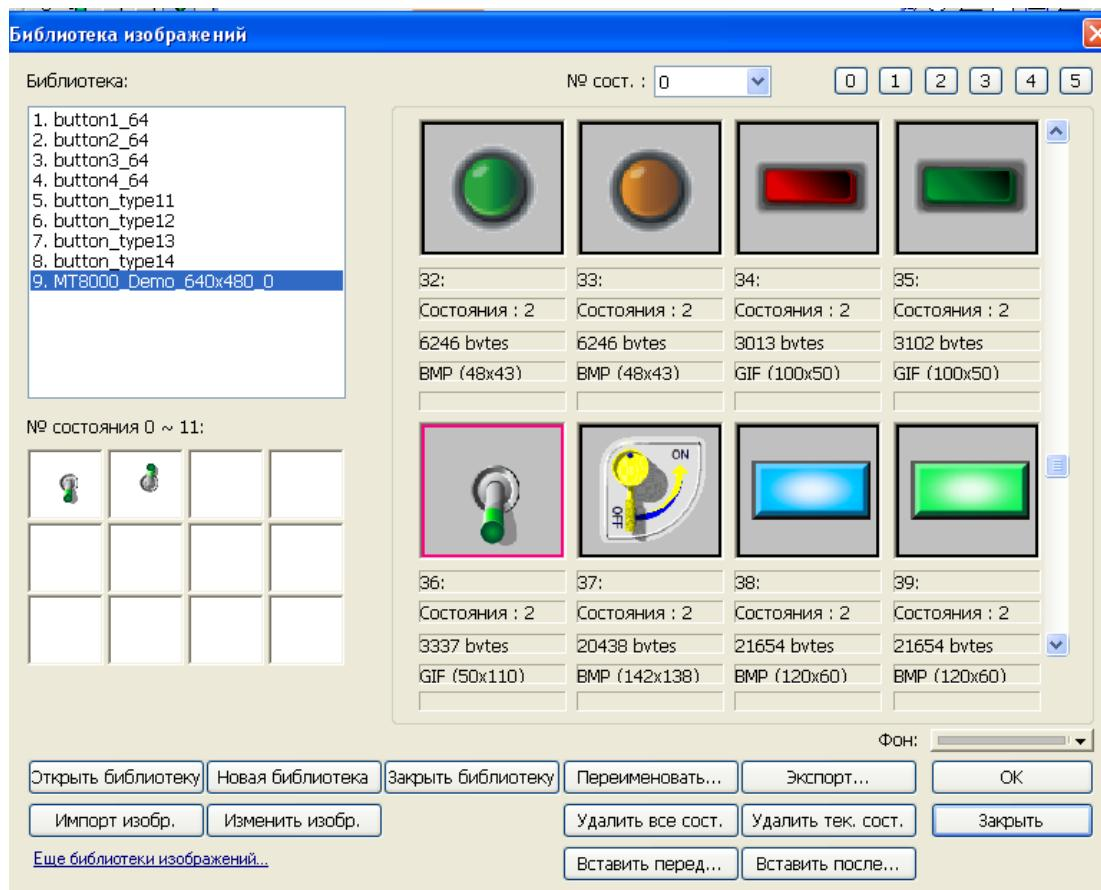
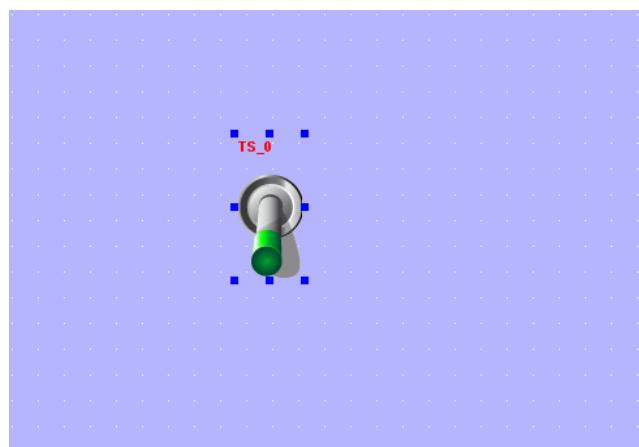

Рис. 17. Выбор изображения тумблера для элемента Битовый переключатель
Рис. 18. Элемента Битовый переключатель с привязанным к нему изображением тумблера
3.5.7. Найти изображение тумблера (рис. 17). Нажать **OK**. Элемент Битовый переключатель с привязанным к нему изображением тумблера появится в поле окна экранной формы (рис. 18).